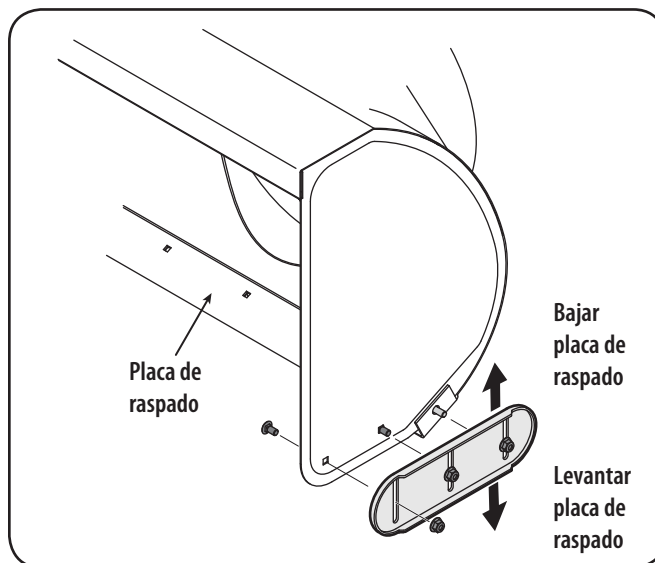

Figura 3-9
1. Ajuste las zapatas antideslizantes aflojando las seis tuercas hexagonales (tres a cada lado), las arandelas y los pernos del carro que sujetan las zapatas antideslizantes a la caja de la barrena. Consulte la Figura 3-9.
2. Respetando la distancia entre la placa de raspado y el suelo, ajuste las zapatas hacia arriba o hacia abajo para lograr la altura deseada de la placa de raspado. Vea la Figura 3-9.